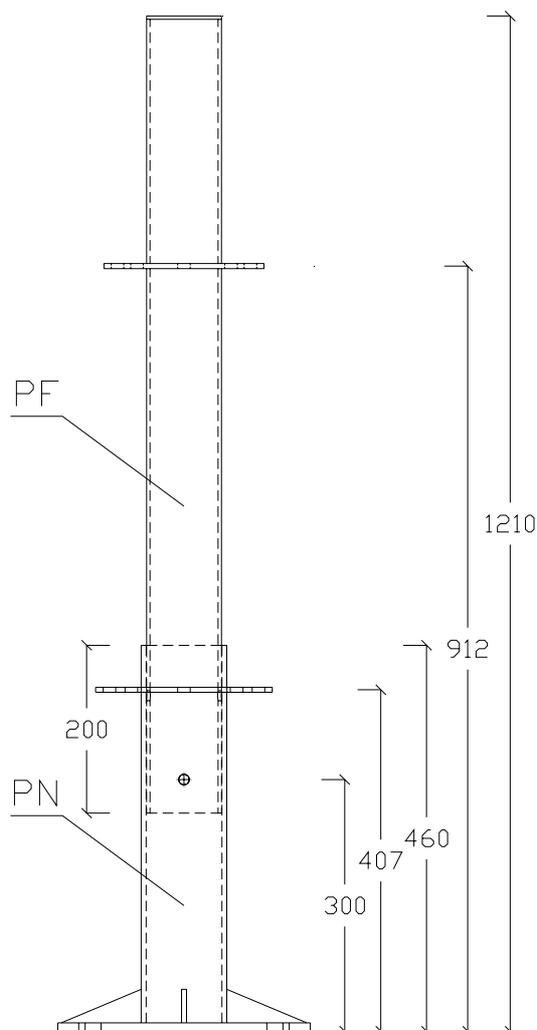

Fig. 5
- Inserire il dispositivo **SIGURPAL** PF02 all'interno del dispositivo **SIGURPAL** PN-PNI-PNC in modo tale che il foro di diam. 18 mm presente nella sua parte inferiore sia in asse con il foro diam. 13 mm del dispositivo PN-PNI-PNC (Fig. 5).